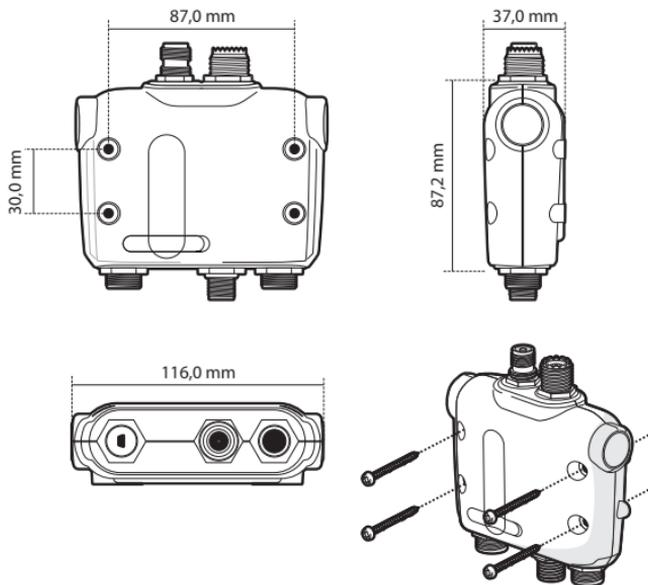

Abbildung 5 Abmessungen und Befestigung des AIS-Transponder
- Für das Verlegen der Kabel sollte um den AIS-Transponder herum ausreichend Platz vorhanden sein. Weitere Informationen zu den Abmessungen des AIS-Transponder finden Sie in Abbildung 5.
- Das Produkt ist mit vier selbstschneidenden Schrauben ausgestattet, um den AIS-Transponder mit der Zapfenhalterung auf einer geeigneten Oberfläche zu befestigen. Weitere Informationen hierzu finden Sie in Abbildung 5.